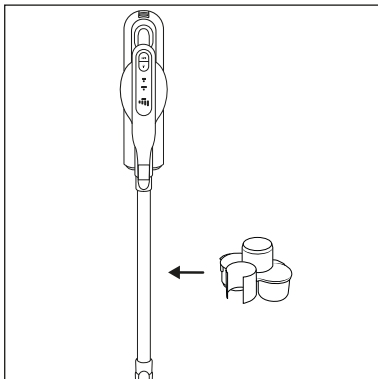

Abb. 16
- ◆ Befestigen Sie die Zubehöralterung **17** am Saugrohr **24** (siehe Abbildung 16).